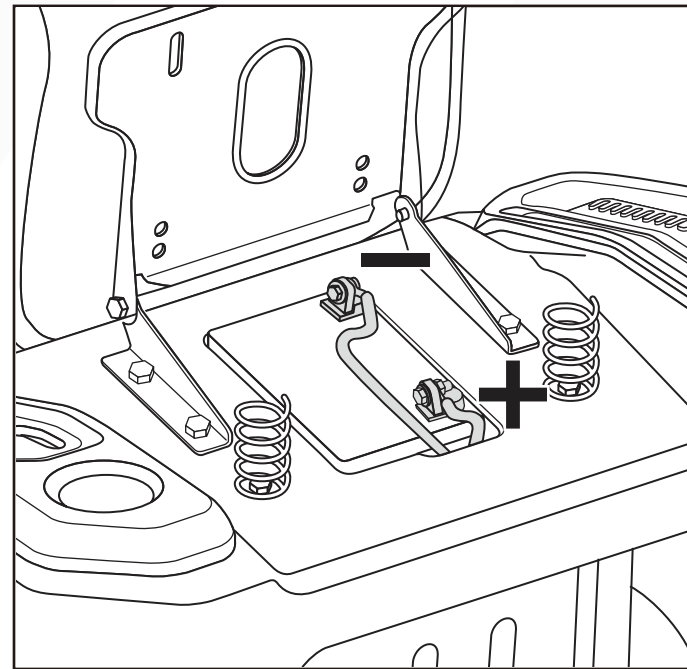

Fig. 7
2. Conecte el cable negativo (negro) al terminal negativo de la batería usando el tornillo y la tuerca. (Fig. 7)